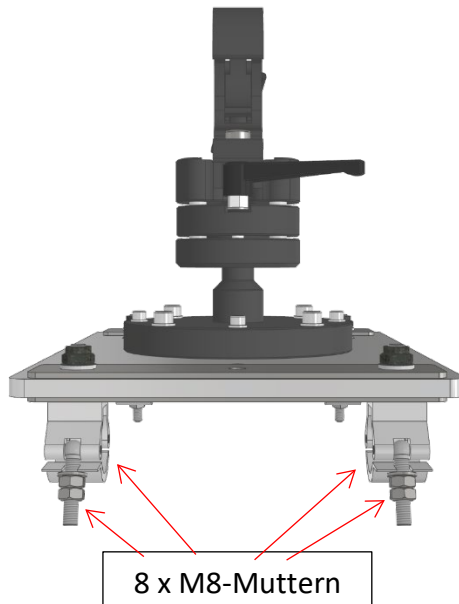

Abbildung 3 Rigging Schellen an PORAD
Schritt 1: Öffnen Sie die Rigging Schellen, indem Sie die acht M8-Muttern an den Klemmengewinden lösen (siehe Abbildung 3).